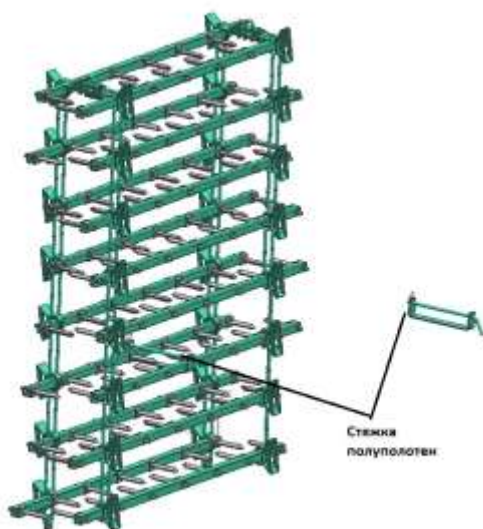

Рисунок 9 – Установка стяжек на полотна бороны в транспортном положении
- зафиксировать полуполотна на крыльях и центральной секции стяжками захватив ими растяжки крыльев и открьлков (рис. 9).